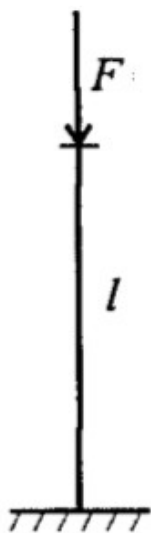

Рис.9
Знаки изгибающих моментов и поперечных сил (рис. 9)
**Задание** Проверить устойчивость стержня. Стержень длиной  $l$ , м заземлен одним концом, сечение — швеллер ГОСТ 8240-89, материал — Ст3, запас устойчивости трехкратный. Стержень нагружен сжимающей силой  $F$  (рис. 9)